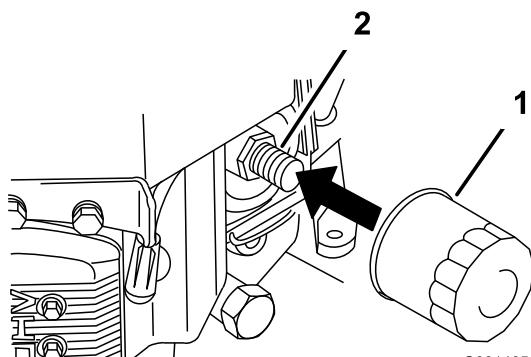

Figura 25
2. Togliete il filtro usato (Figura 25).
3. Spalmate un velo di olio nuovo sulla guarnizione di gomma del filtro di ricambio (Figura 25).
4. Montate il nuovo filtro dell'olio nell'adattatore, giratelo in senso orario finché la guarnizione di gomma non sfiora l'adattatore, quindi serrate il filtro di altri 3/4 di giro (Figura 25).